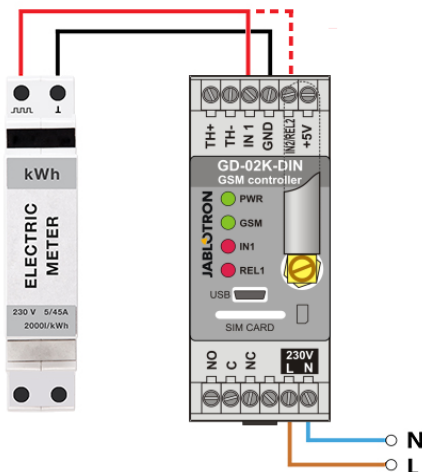

Рисунок 6: Режим измерения потребления электроэнергии.
- Этот режим требует подключения между импульсным выходом электросчетчика и выводами IN1 и IN2 и выводом GND в модуле GD-02K-DIN (см. рис.6). Если электросчетчик является счетчиком двухтарифного типа или при наличии двух независимых электросчетчиков, оба входа могут использоваться одновременно. Электросчетчик может быть одно- или трехфазным.